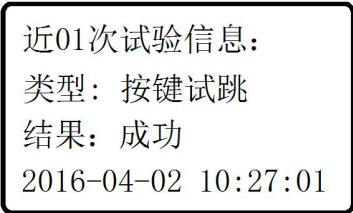

图 6-13
6.4.8 在【试验记忆】下，按【确认】，进入试验信息查询界面。显示近 10 次跳闸失败或成功及时刻。如图 6-13，【返回】键，返回菜单界面。